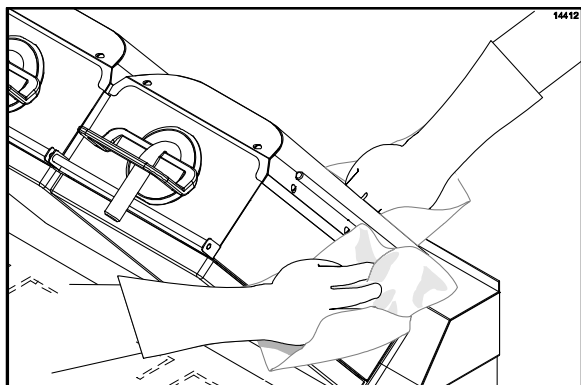

Abbildung 62
32. Die Vorderseiten, Seiten und Rückseiten der oberen Grillplatten mit einem sauberen, mit Desinfektionslösung getränkten Grilltuch abspülen. Mit der rechten oberen Grillplatte beginnen, dann mit der linken fortfahren. (Siehe Abbildung 62.)